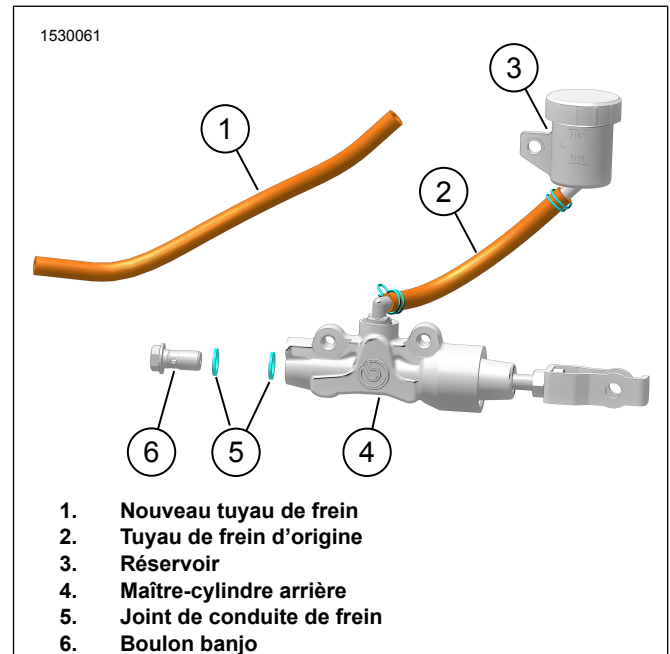

Figure 2. Maître-cylindre arrière
7. Voir la Figure 2. Remplacer le tuyau de frein du maître-cylindre arrière.
- a. Retirer le tuyau de frein d'origine (2) et le mettre à l'écart.
- c. Installer le nouveau tuyau de frein (1) du kit.